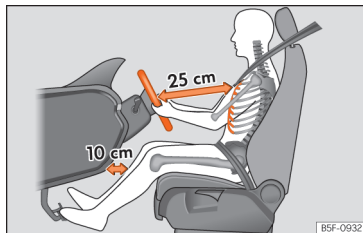

Fig. 15 A separação correta entre o condutor e o volante deve ser de 25 cm no mínimo (10 polegadas).
- Ajuste o volante de modo a ficar a uma distância de, pelo menos, 25 cm (10 polegadas) do esterno »» Fig. 15 e a poder segurá-lo com ambas as mãos pelos lados, pela parte exterior, com os braços ligeiramente fletidos.